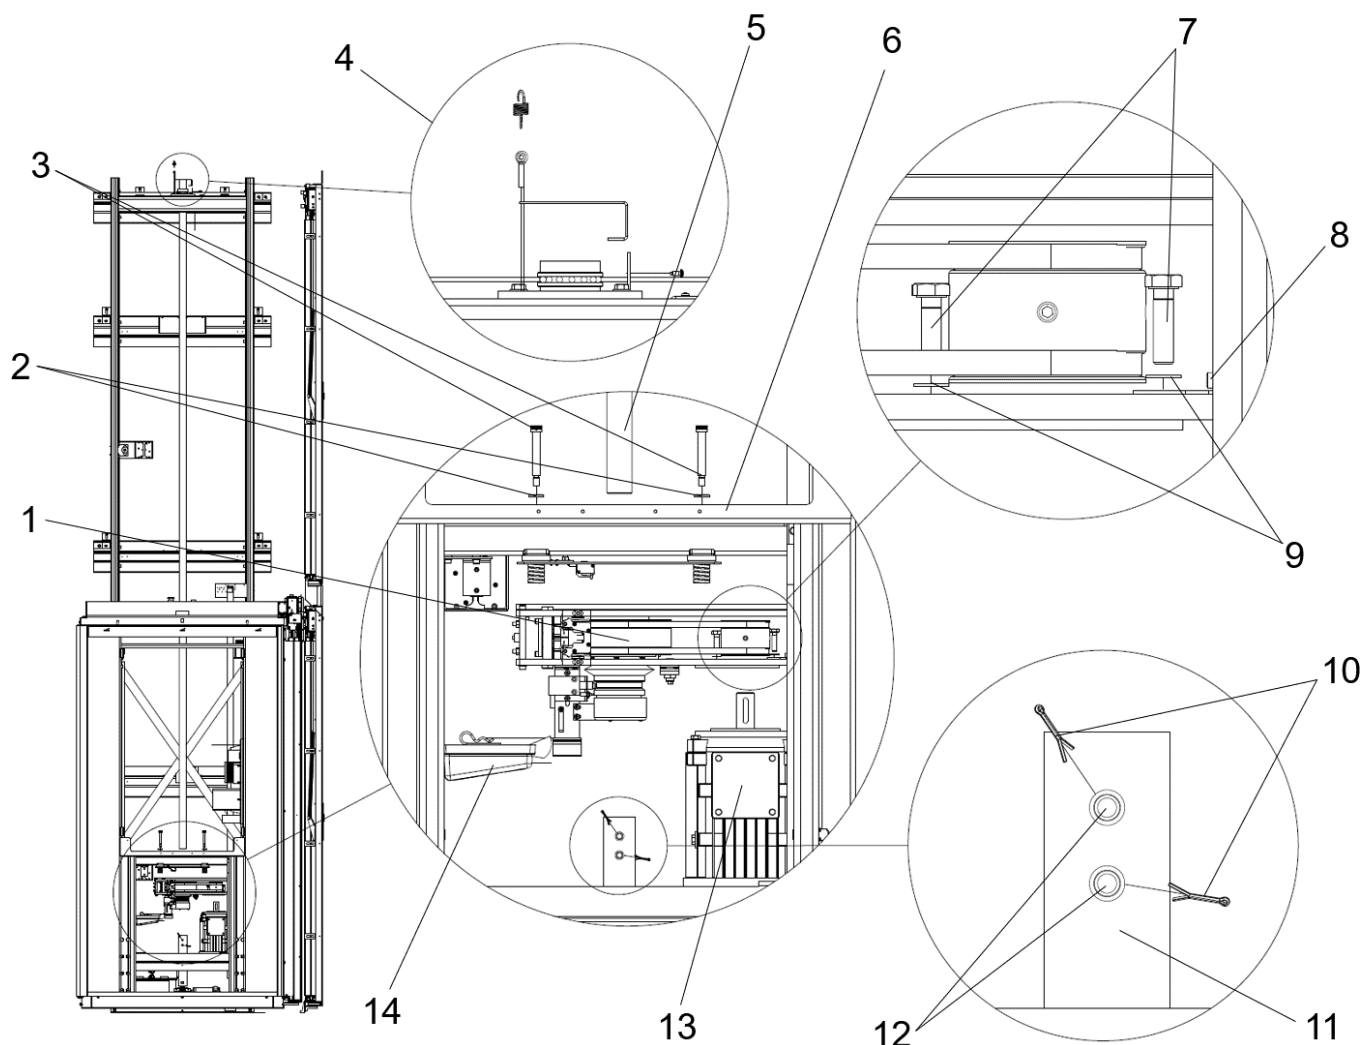

Fig. 25 Afmontering af drivenhed
2. Løsn skruerne (7), som holder motoren (13), således at remspændeskruen (8) kan fjernes, se Fig. 25.
4. Fjern de skruer og spændeskiver (9), som holder motoren.
6. Fjern grænsebryderen (4) ved toppen af drivskruen (5).
7. Fjern splitstifterne (12) og splitterne (10), som holder drivskruen i nødsænkingsrøret (11).